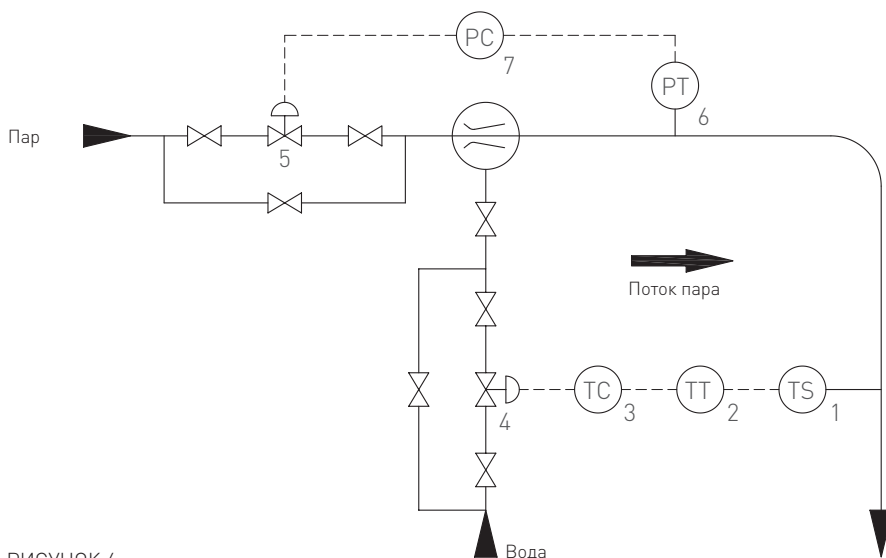

РИСУНОК 4
воды и пара. Температура пара на выходе контролируется регулированием потока охлаждающей жидкости посредством обычного регулирующего клапана. Подходящий регулирующий клапан может быть поставлен компанией Narvik-Yarway по запросу. Исполнительный контур состоит из датчика температуры (1), передатчика (2), автоматического регулятора (3) и регулирующего клапана с указателем положения (4), а также комбинации двух совместимых электрических систем. Пароохладитель Ven-Temp может устанавливаться сразу после редукционного клапана (5). Поскольку датчик давления (6), автоматический регулятор (7) находятся за пароохладителем Ven-Temp, это увеличивает имеющийся перепад давления, и следовательно степень неполной загрузки (см. Рисунок 4).